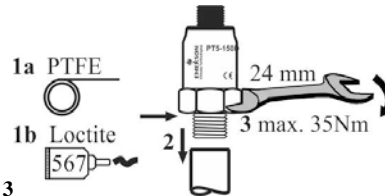

Fig. 3
**Conexión roscar NPT PT5-150D (Fig. 3)**